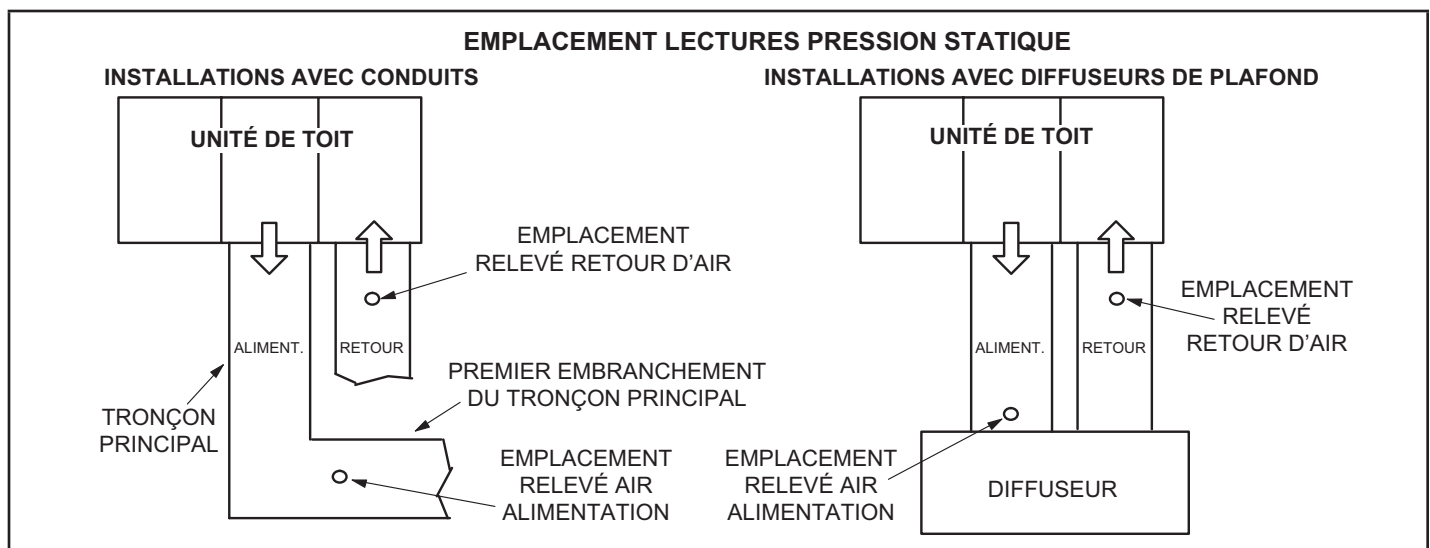

FIGURE 26
- 2 - Avec tous les panneaux d'accès en place, mesurer la pression statique à l'extérieur de l'unité (depuis l'alimentation jusqu'au retour). Ajouter toute résistance à l'air supplémentaire pour les options et les accessoires indiqués dans les tableaux de résistance à l'air des accessoires. Les données de rendement du ventilateur sont basées sur les mesures de pression statique réalisées aux endroits indiqués à la FIGURE 26.